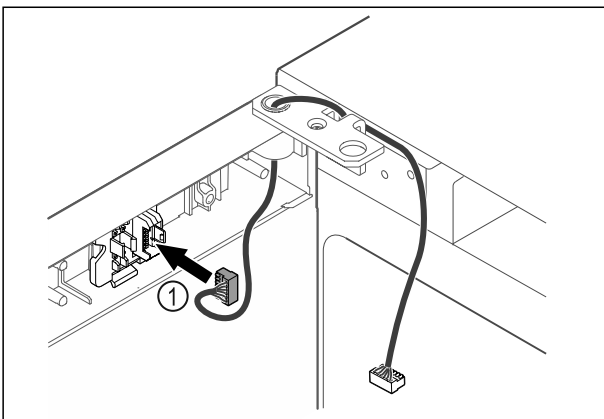

Fig. 45
- Stecker Fig. 45 (1) in Steckerhalterung einstecken. -oder-